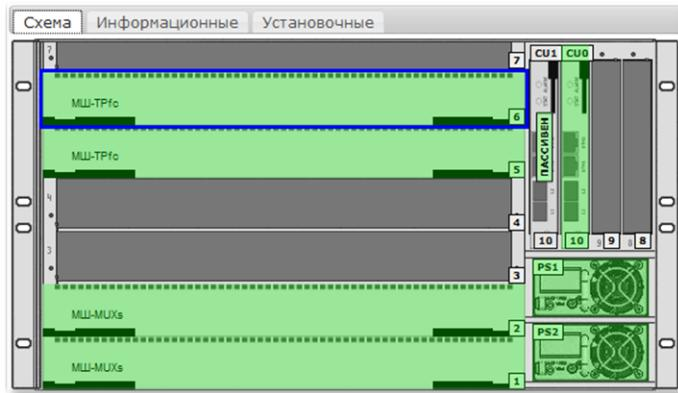

Рисунок 19 – Вид вкладки [Схема], область графического представления
В области графического представления шасси (см. Рисунок 18, область (3)) во вкладке [Схема] (см. Рисунок 19), цветом отображаются состояния каждого управляемого изделия и устройства:
Выбранное изделие или устройство (см. Рисунок 19) выделяется цветной рамкой в графической и табличной формах представления.
- выбрать изделие в области графического представления во вкладке [Схема] (см. Рисунок 19) или в области табличного представления во вкладке [Таблицы] (см. Рисунок 21);
1) выбрать изделие в области графического представления во вкладке [Схема] (см. Рисунок 19) или в области табличного представления во вкладке [Таблицы] (см. Рисунок 21);
- 1) выбрать изделие в области графического представления во вкладке [Схема] (см. Рисунок 19) или в области табличного представления во вкладке [Таблицы] (см. Рисунок 21);